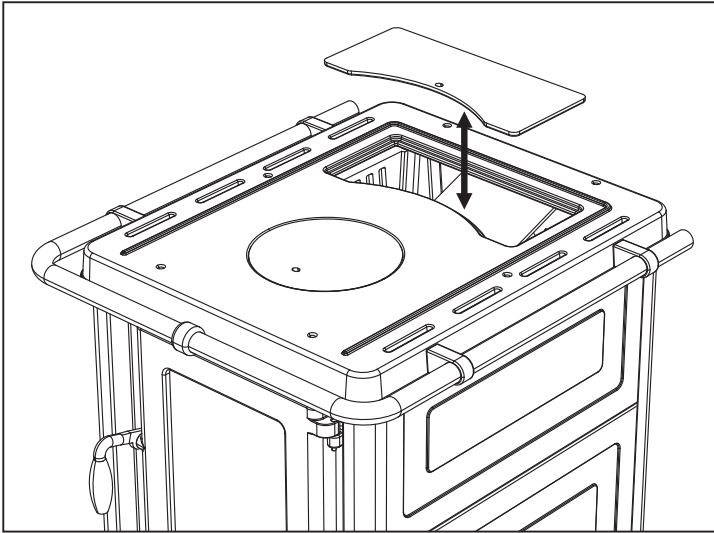

Abbildung 5
**Reinigung von Rauchabzugskanälen im Feuerraum** - wird durchgeführt, indem der Reinigungsdeckel auf der Platte (Abb. 5) gehoben und der Ruß in den Feuerraum abgestreift wird. Eine solche Reinigung wird periodisch empfohlen, damit der Kaminofen ordentlich arbeitet und damit es nicht zur Verstopfung der Rauchabzugskanäle im Kaminofen kommt.